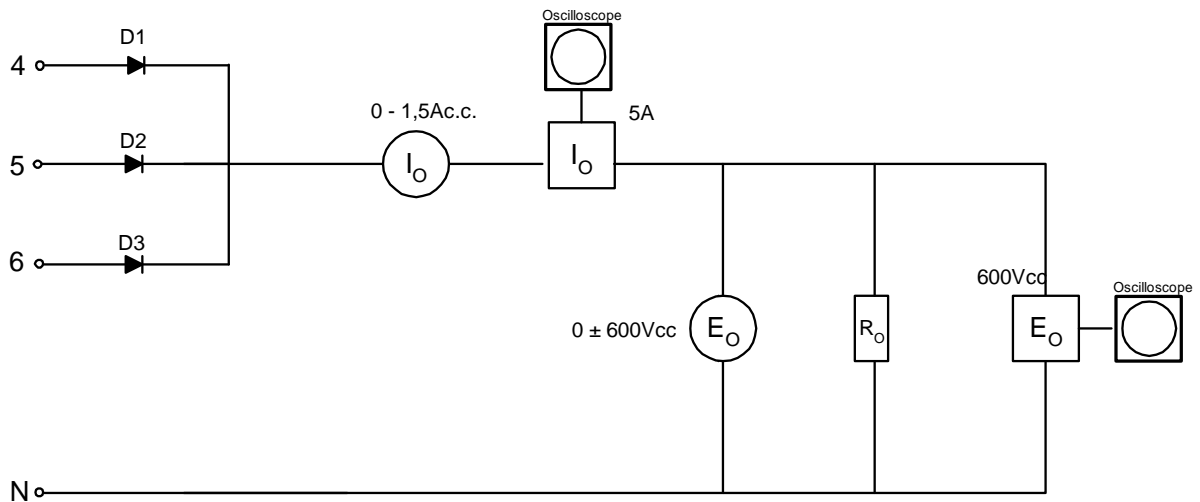

FIGURE 1-5
- Montez le circuit de la Figure 1-5 en raccordant une charge de 550 ohms.